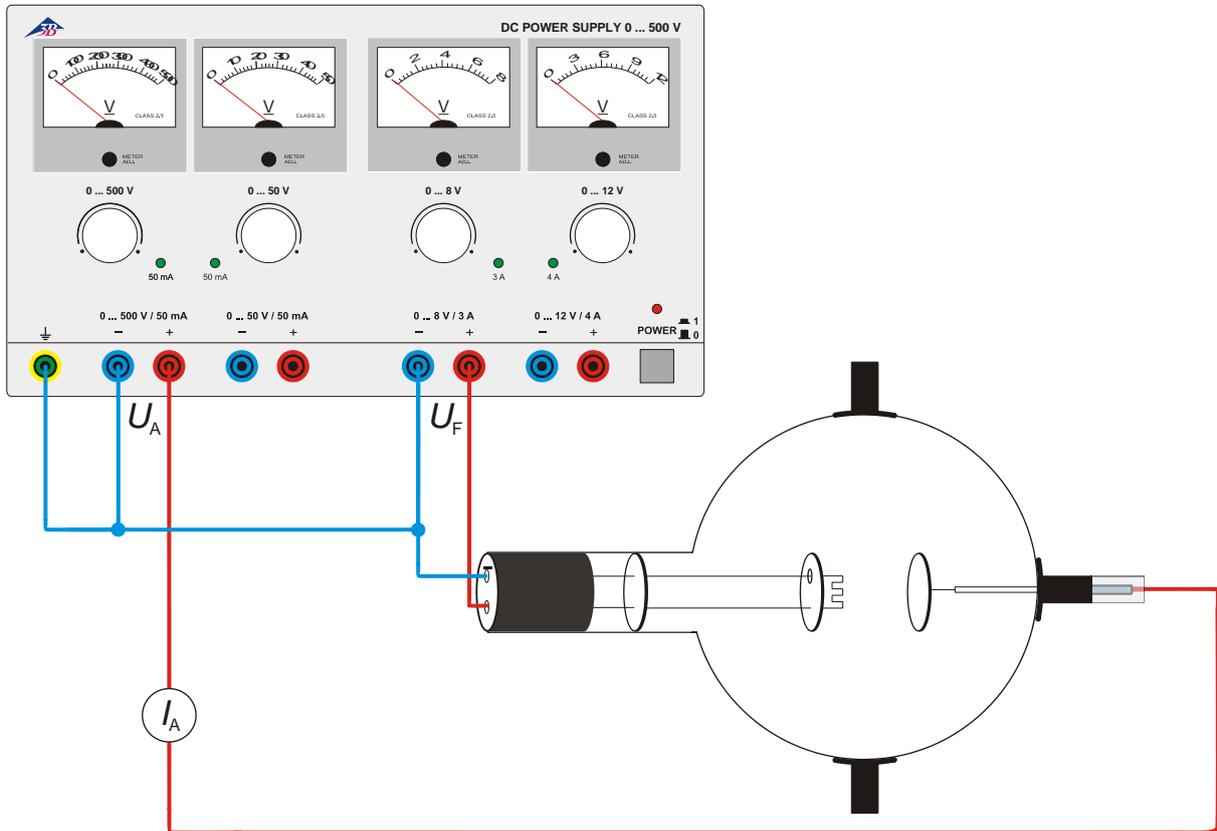

Fig. 1 Relation entre le courant anodique et la tension de chauffage et démonstration du courant anodique à l'aide d'un instrument de mesure
- Procédez au câblage comme le montre la figure 1. Branchez le pôle négatif de la tension anodique à la prise de 4 mm
- Procédez au câblage comme le montre la figure 1. Branchez le pôle négatif de la tension anodique à la prise de 4 mm marquée du signe « moins » sur le col du tube.